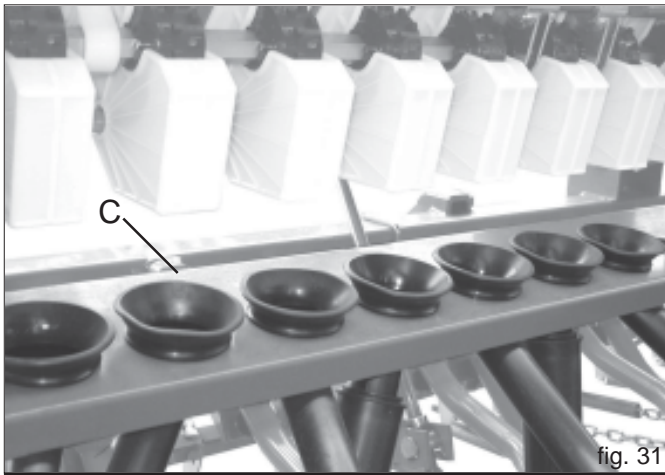

fig. 31
- 1) Abbassare la bussoliera (C Fig. 31).